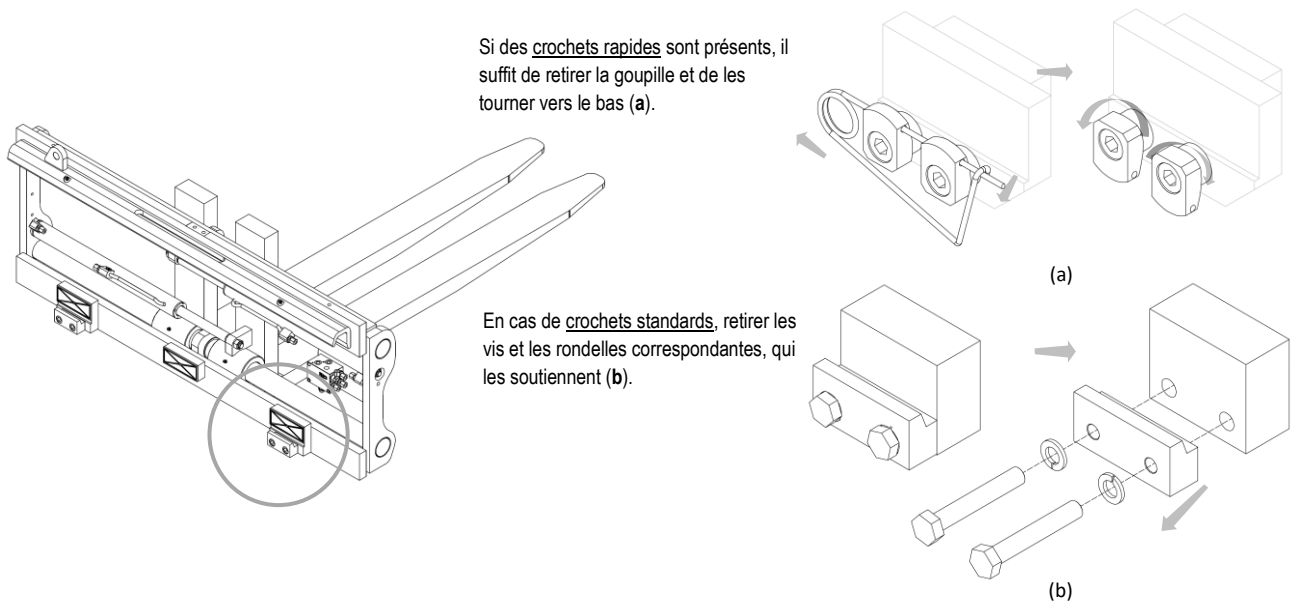

Figure 7
7. Retirer les crochets inférieurs de l'équipement et graisser les lardons de guidage (voir *Figure 7*).